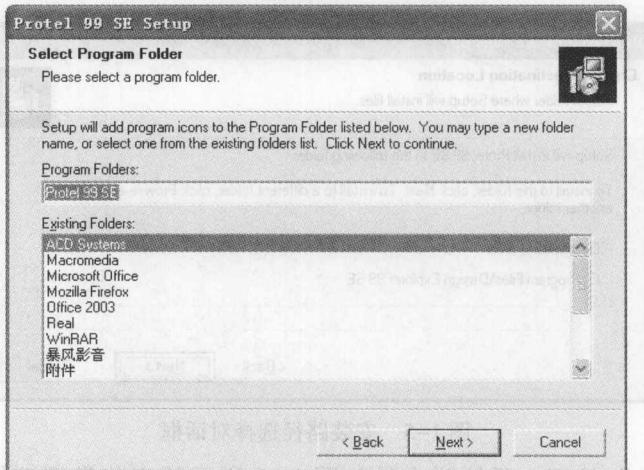

图 1-8 修改程序文件夹名称
(8) 单击“Next”按钮，出现如图 1-8 所示的创建程序文件夹对话框。系统默认将启动图标放在 Protel 99 SE 文件夹中，用户可以在编辑框里改变图标所在路径。